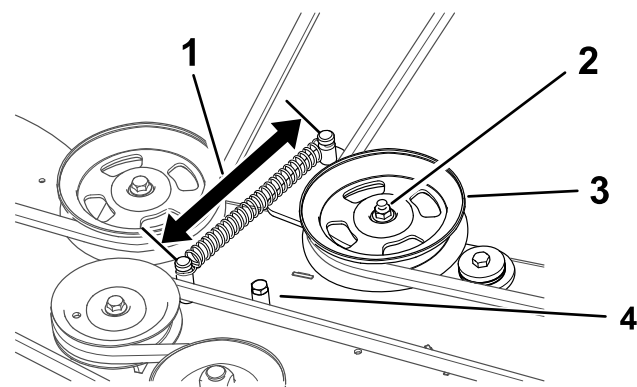

**Figura 53**
5. Usando una herramienta para la retirada de muelles (pieza Toro n.º 92-5771), retire el muelle tensor del gancho de la carcasa para eliminar la tensión de la polea tensora y retire la correa de las poleas (Figura 52 o Figura 53).
- Enrute la correa nueva alrededor de las poleas del embrague y del cortacésped (Figura 52 o Figura 53).
- Instale el muelle tensor en el gancho de la carcasa (Figura 52 o Figura 53).